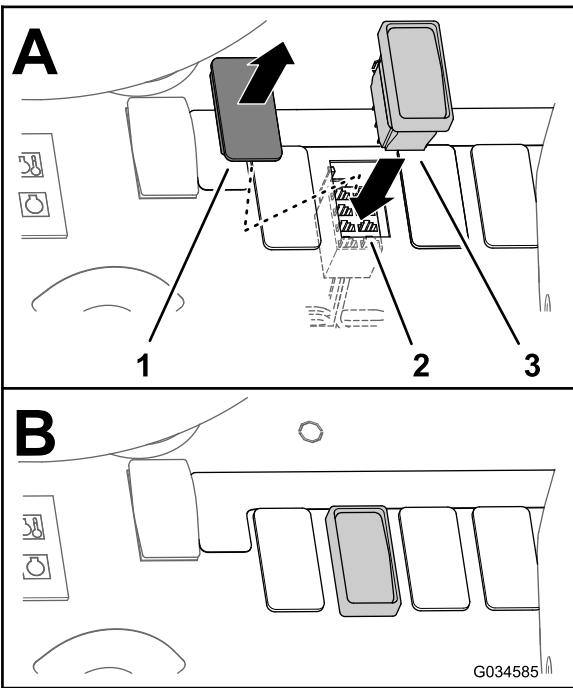

Figura 37
1. Retire el tapón del interruptor del depósito de enjuague del salpicadero (Figura 36 o Figura 37).
3. Dirija el conector hembra de 8 vías hacia el hueco del salpicadero (Figura 36 o Figura 37).
4. Conecte el interruptor de 3 posiciones en el conector hembra de 8 vías a través del panel del salpicadero (Figura 36 o Figura 37).
5. Inserte el interruptor de 3 posiciones en la abertura del panel del salpicadero hasta que el enganche del interruptor se coloque con seguridad en su sitio en el salpicadero (Figura 36 y Figura 37).